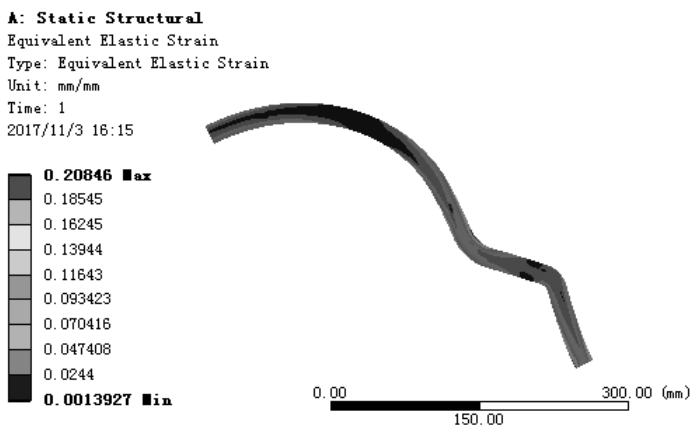

图 7.5.54 应变结果图解
(4) 查看应变结果图解。在“Outline”窗口中选中 **Equivalent Elastic Strain**，查看图 7.5.54 所示的应变结果，其最小应变为 0.0013927 mm/mm，最大应变为 0.20846 mm/mm。